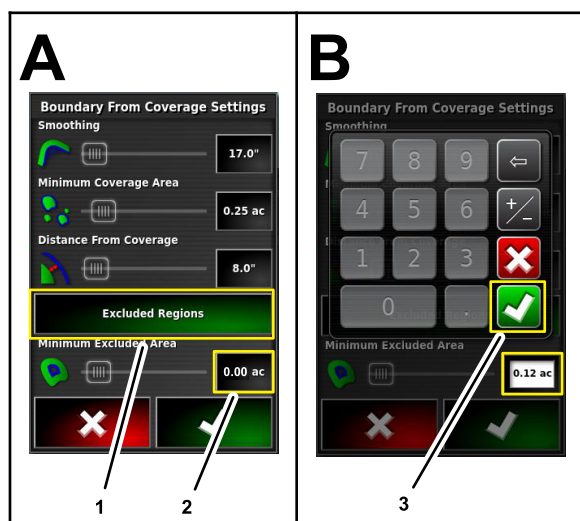

Figura 54
- Pulse el icono Regiones excluidas (Figura 54) para crear perímetros para áreas de cobertura que no se fumigan.
- Pulse el icono de número del ajuste Área mínima excluida (Figura 54). Utilice el teclado en pantalla para introducir un valor, y pulse el icono Confirmar.